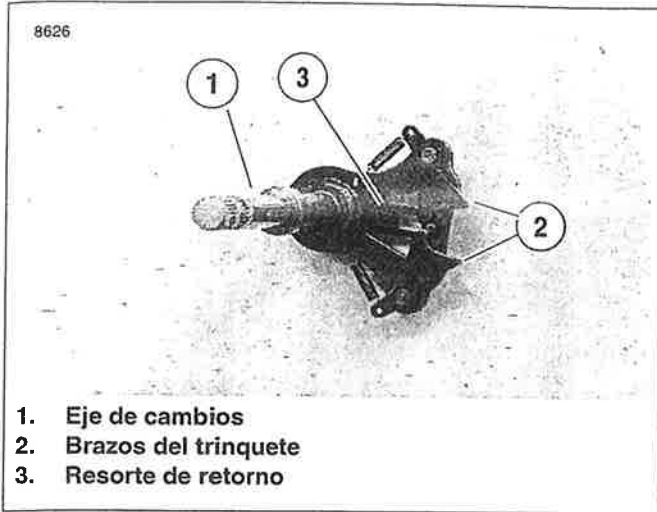
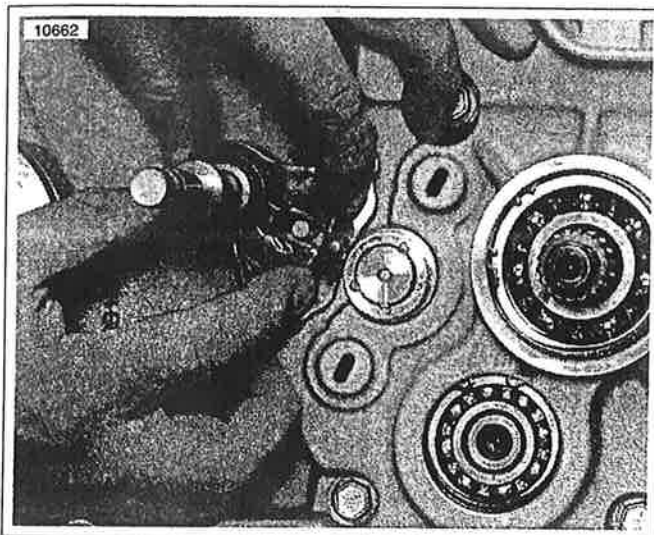

Figura 6-28. Conjunto del eje de cambios
Figura 6-29. Extracción del conjunto del eje de cambios
8. Vea la Figura 6-28. Vea la Figura 6-29. Presione los brazos del trinquete (2, Figura 6-28.) para poder pasar del tambor de cambios y extraer el conjunto del eje de cambios de la mitad izquierda del cárter.